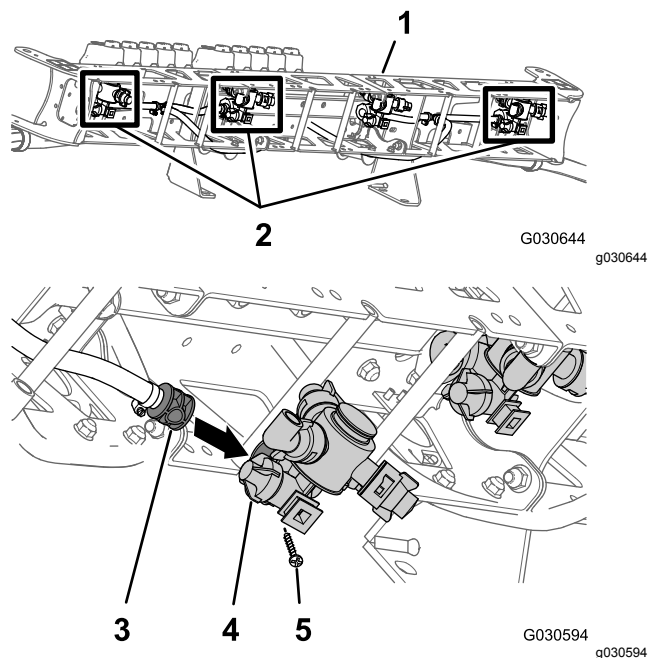
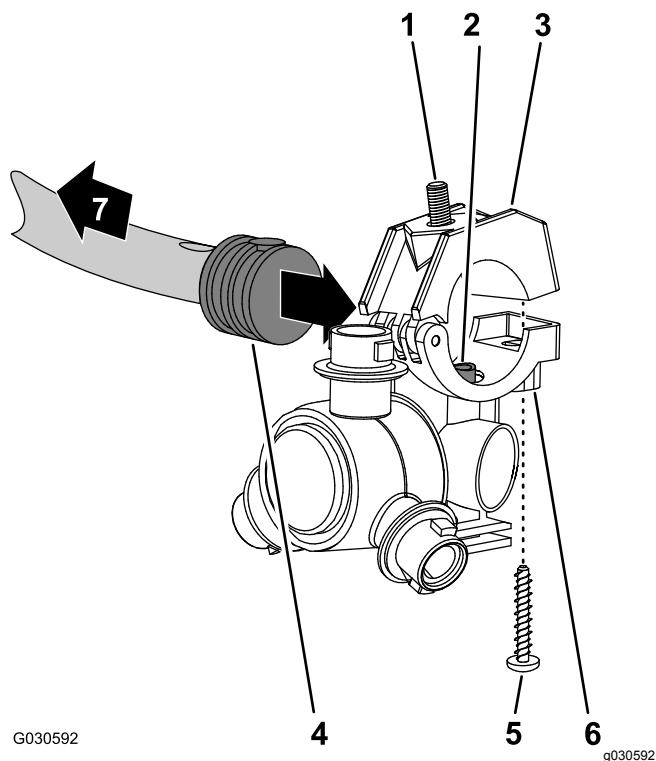

Рисунок 120
Рисунок 121
3. В средней секции стрелы совместите трубу для перекачивания в опоре распылительного сопла (Рисунок 120 и Рисунок 121) с отверстием в боковой части хвостовика одностороннего шлангового штуцера типа «елочка» (½ дюйма).
4. Закройте верхнюю половину зажима поверх хвостовика штуцера типа «елочка» и соедините половину зажима и корпус распылительного сопла (Рисунок 121) с помощью винта из нержавеющей стали (#12 x 1¼ дюйма).